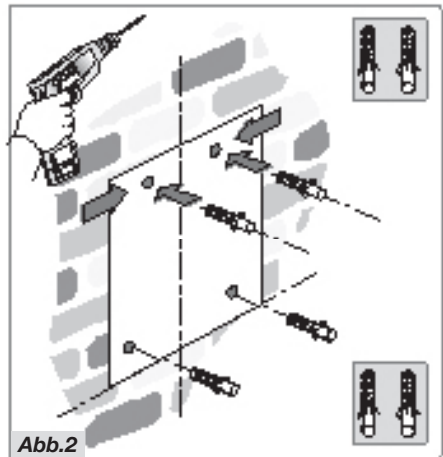

Abb.2
- Bringen Sie die Bohrschablone an der Wand an und vergewissern Sie sich, dass sie sich auf einer Linie mit der Vorzeichnung an der Wand befindet. Markieren Sie die Position der Löcher und bohren Sie diese (Abb.2).